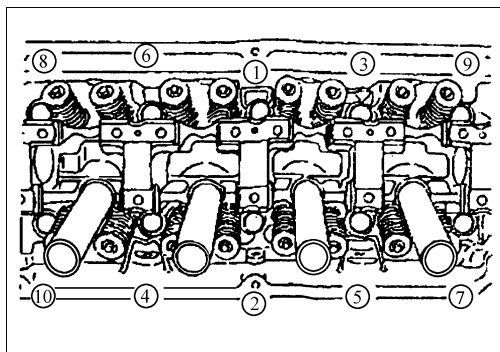

图 2-75 气缸盖螺栓拧紧顺序
② 对螺栓应涂机油。
③ 如图 2-75 所示,用专用工具 (MB991654),并按照拧紧顺序,将螺栓拧到规定的力矩。拧紧力矩: $78\text{N} \cdot \text{m}$ 。